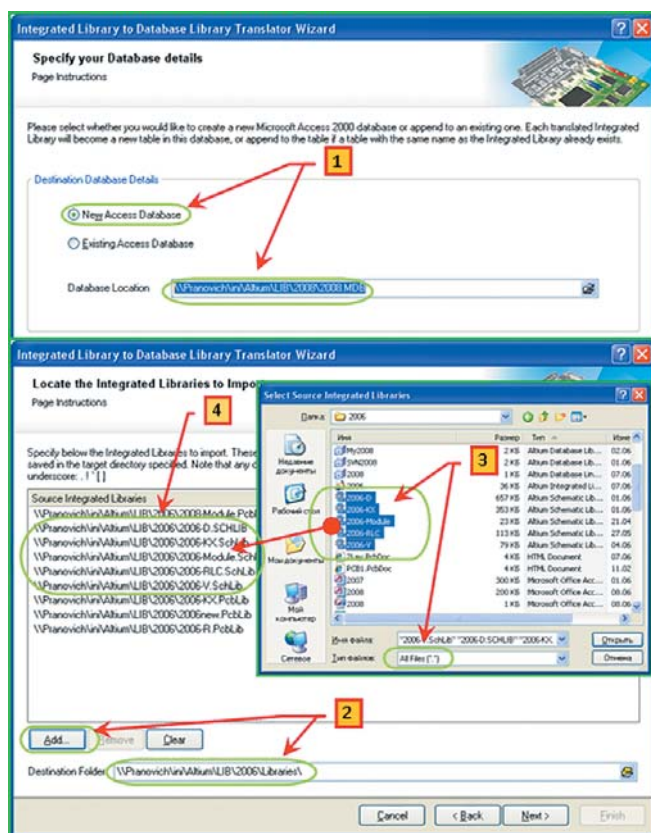

Рис. 2. Импорт данных из библиотек в базу данных
Опишем работу транслятора библиотек подробнее (рис. 2):
1. В окне **Integrated Library to Database Library Translator Wizard** устанавливаем флаг **New Access Database**, для создания новой базы данных, а также укажем место и имя (например, `\\Pranovich\ini\Altium\LIB\2008\2008.MD`), где будет храниться созданная база. После проверки на доступность места нужно подтвердить данный путь (на рис. 2 это не показано).